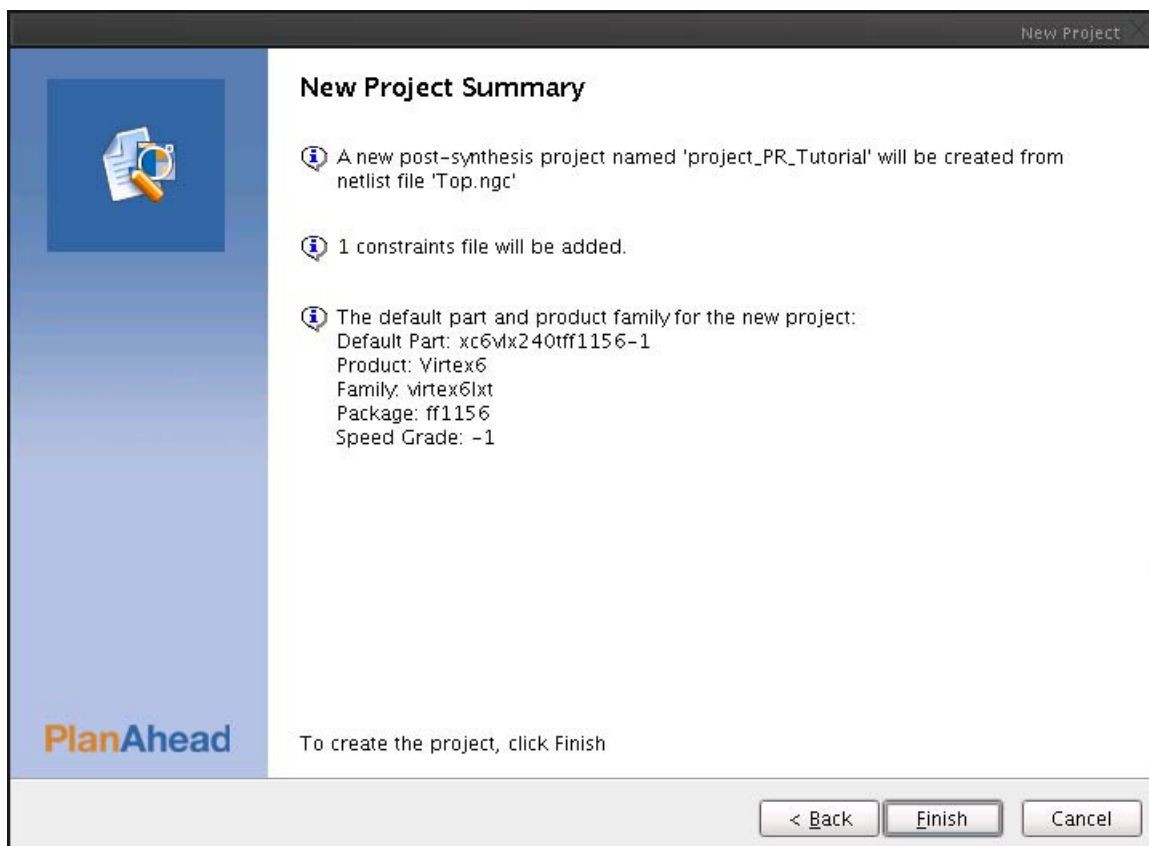

図 4 : 新規プロジェクトのサマリ
10. [New Project Summary] ページで図 4 のようにプロジェクトが設定されていることを確認したら、[Finish] をクリックします。